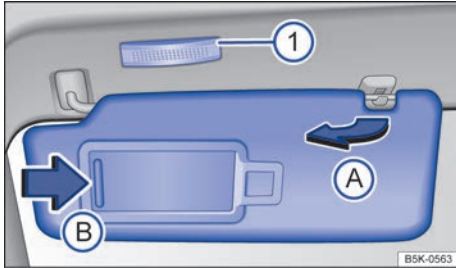

Fig. 104 En el revestimiento interior de la parte delantera del techo: parasol.
- Se pueden extraer del soporte y girar hacia las puertas → fig. 104 (A).